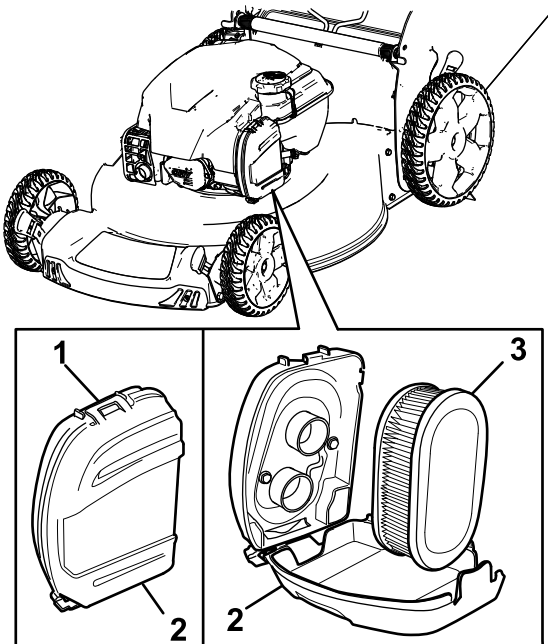

Bild 21
1. Lösen Sie das Oberteil der Luftfilterabdeckung (Bild 21).
2. Entfernen Sie den Luftfilter (Bild 21).